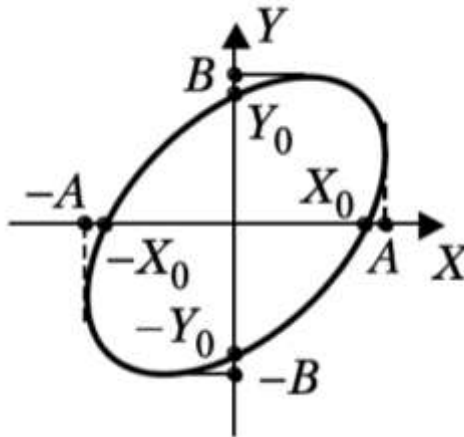

Рис. 4. Фигура Лиссажу
2.5 Для цепи с элементами $R = 51 \text{ кОм}$ и $C = 10 \text{ нФ}$ (рис. 4) получите на осциллографе фигуру Лиссажу (см. рис. 4).